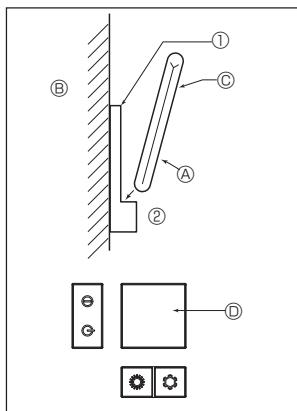
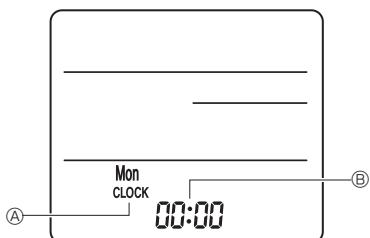

Fig. 7-9
Fig. 7-10
2) Метод установки (Fig. 7-9)
① Прикрепите держатель пульта дистанционного управления в нужном месте с помощью 2 самонарезающих винтов.
② Установите нижний конец пульта дистанционного управления в держатель.
- ③ Пульт дистанционного управления ④ Стена ⑤ Панель дисплея ⑥ Приемник
3) Настройка (установка времени) (Fig. 7-10)
① Установите батарейки или нажмите кнопку **CLOCK** каким-нибудь предметом с острым концом.